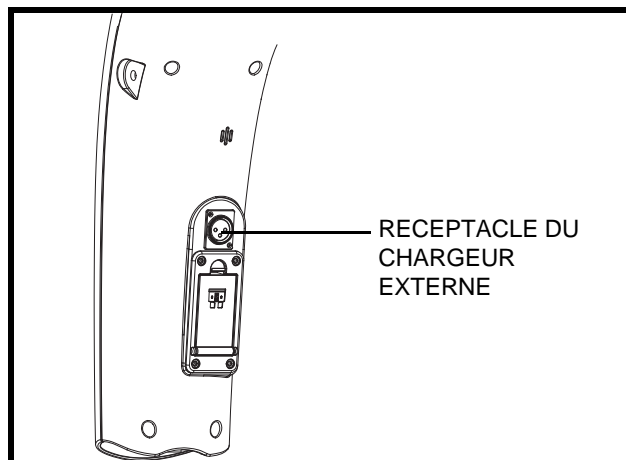

Figure 6. Réceptacle du chargeur externe
Pour charger les batteries, le cordon du chargeur doit être branché dans ce réceptacle. Le réceptacle est situé sur le guidon. **Voir la figure 6.**
4. Branchez le connecteur 3-branches du chargeur dans le réceptacle du chargeur. **Voir la figure 6 and 12.**